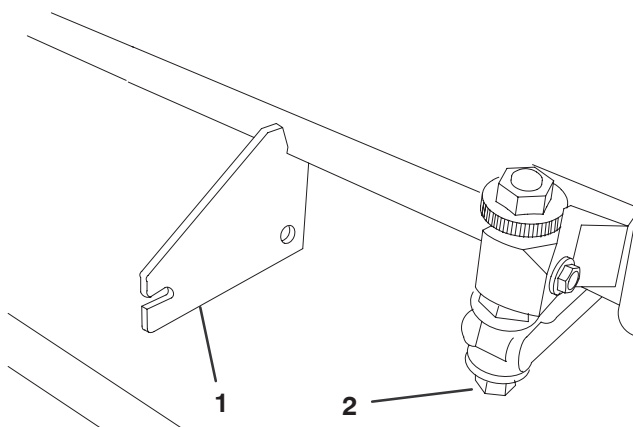

Figure 11
**Important** Chaque fois qu'il est nécessaire de retourner le plateau de coupe pour exposer la contre-lame/le cylindre, placez un support sous l'arrière du plateau de coupe pour que les écrous situés au bout des vis de réglage de la contre-lame n'appuient pas sur la surface de travail (Fig. 11).